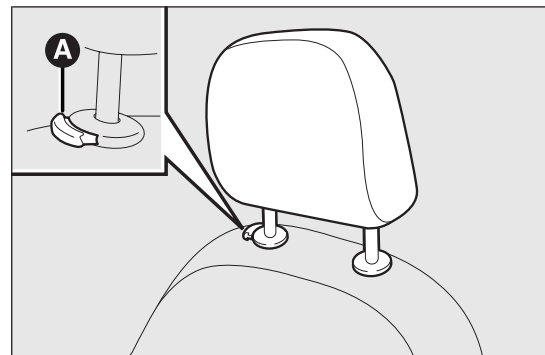

fig. 22
Sono regolabili in altezza e si bloccano automaticamente nella posizione desiderata fig. 22.
- ☐ Regolazione verso il basso: premere il tasto A fig. 22 ed abbassare l'appoggiatesta.